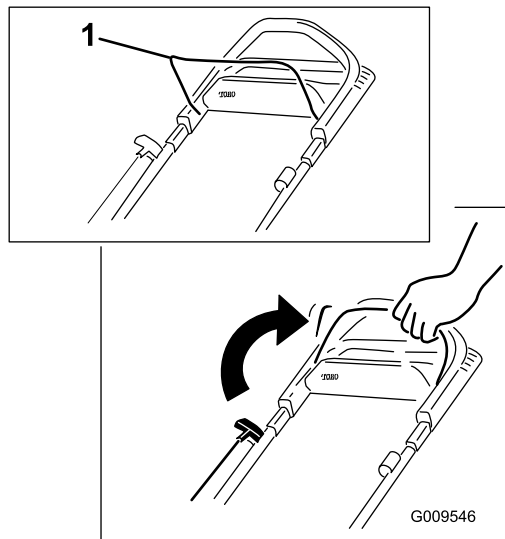

Рисунок 13
1. Удерживайте штангу управления ножом прижатой к рукоятке (Рисунок 13).